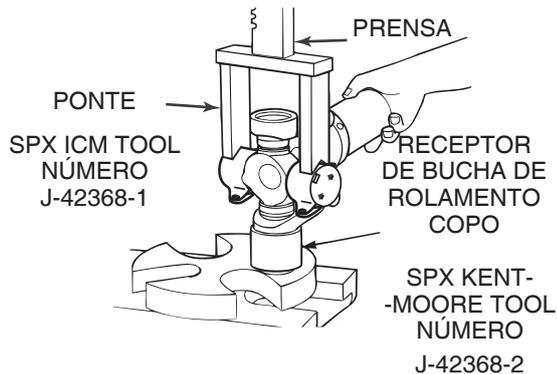

Figura 4.6
1. Use uma ponte de prensa (SPX ICM número da ferramenta Kent-Moore J-42368-1) e receptor da bucha do rolamento copo (SPX número da ferramenta Kent-Moore J-42368-2). Figura 4.6 Consulte a página Notas de Serviço na parte interna da Capa Frontal deste manual para informações de como obter essas ferramentas.
2. Pressione até que a primeira bucha circular se solte. Figura 4.6. Remova a bucha. Figura 4.7.